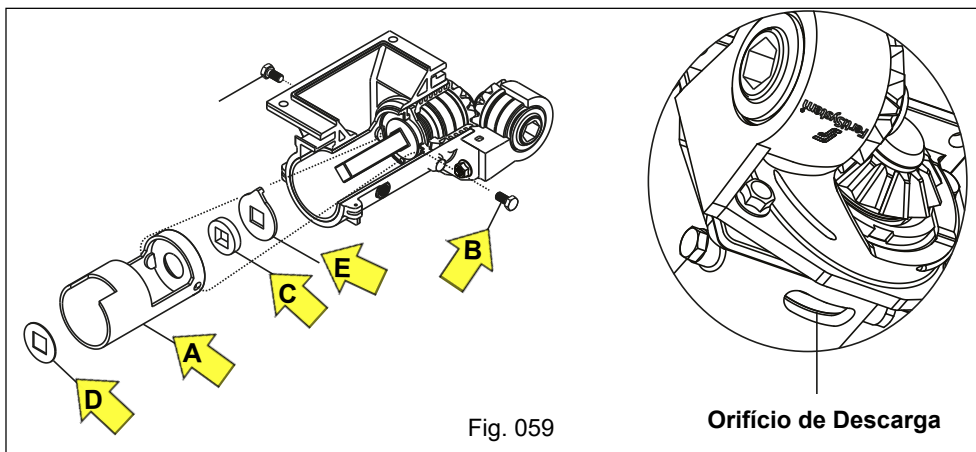

Fig. 059
d) Efetue a análise de desgaste no revestimento "A", substitua-o se apresentar desgaste excessivo, afrouxando e retirando o parafuso "B". Verifique se há desgaste no feltro "C", arruelas "D" e arruela de limpeza "E". O desgaste excessivo é verificado quando ocorrer a saída do adubo em grande quantidade pelo orifício de descarga autolimpante, localizado na face inferior do corpo do distribuidor (Fig. 059).